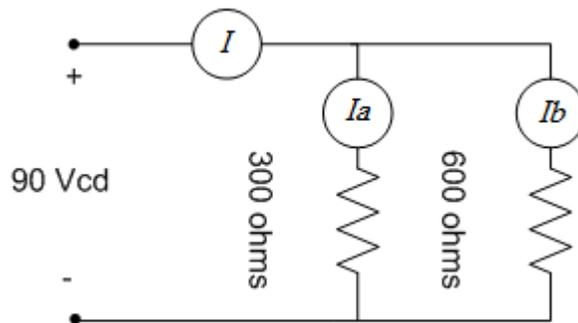

FIGURA 3
9.- Conecte el circuito de la figura 3. Aliméntelo con un voltaje de 90VCD y con el mismo voltímetro haga la medición.